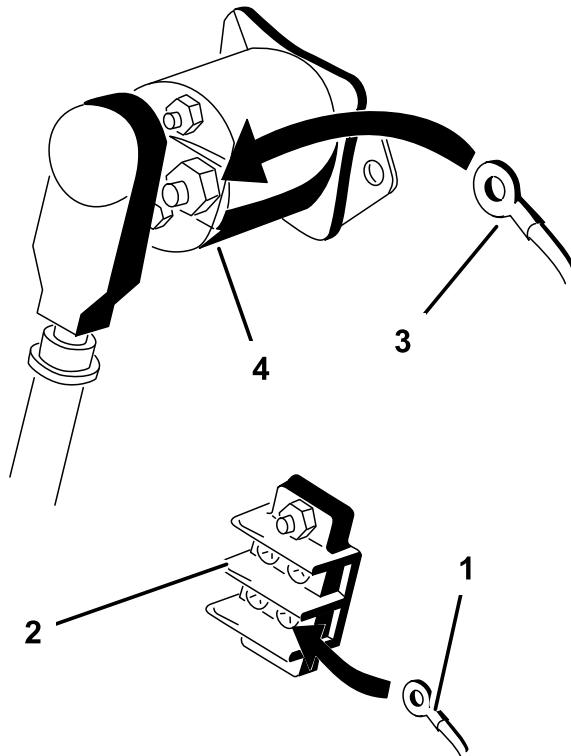

Figura 18
3. Collegate il terminale di messa a terra ad anello del filo nero alla morsettiera di messa a terra (Figura 18).